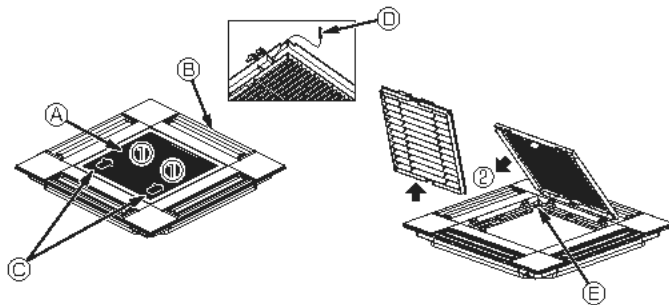

Fig. 10-3
10.2.1. Rimozione della griglia di ingresso (Fig. 10-3)
- Far scorrere le leve nella direzione indicata dalla freccia ① per aprire la griglia di ingresso stessa.
- Con la griglia di ingresso in posizione "aperta", rimuovere la cerniera della griglia stessa, come indicato dalla freccia ②.
- (A) Griglia di aspirazione